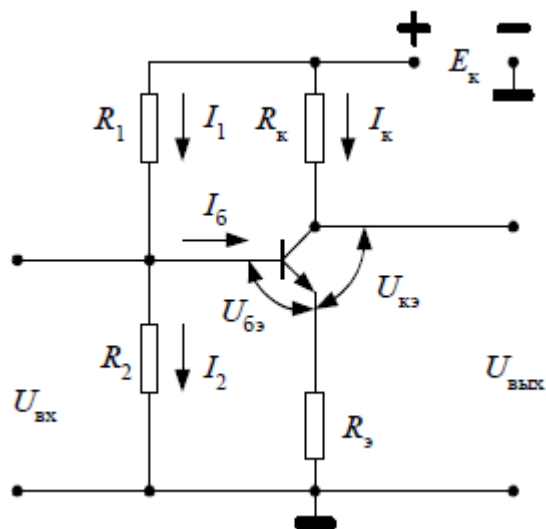
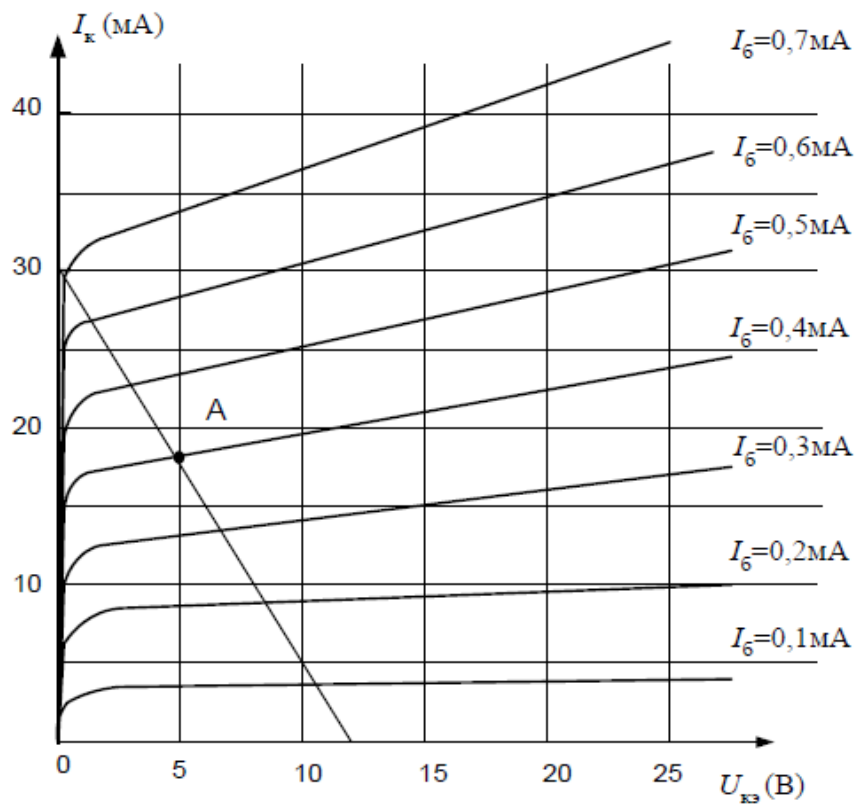

Рис. 1. Схема с ООС по току.
Рис. 2. Выходные характеристики транзистора КТ312Б.
По числовым данным, приведенным в таблице 1, рассчитать статический режим работы транзистора КТ-312Б, характеристики которого даны на рис. 2...5. Схема усилительного каскада приведена на рис. 1. В таблице даны: положение рабочей точки ($U_{кэА}$, $I_{кА}$), напряжение питания каскада (E_k), номинальное значение температуры окружающей среды (T), интервал изменения температуры (ΔT), интервал разброса параметров резисторов (δ).